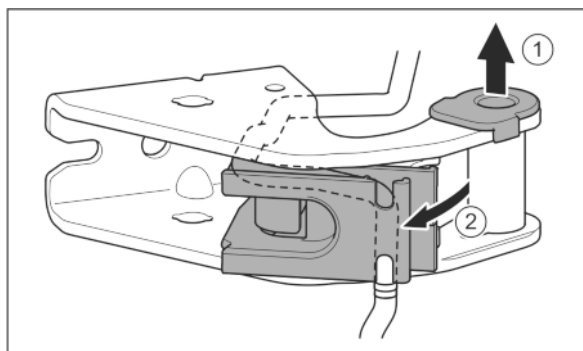

Fig. 29
- Vytáhněte ložiskové pouzdro z vedení. Fig. 29 (1)
- Otočte držák kabelu ven. Fig. 29 (2)